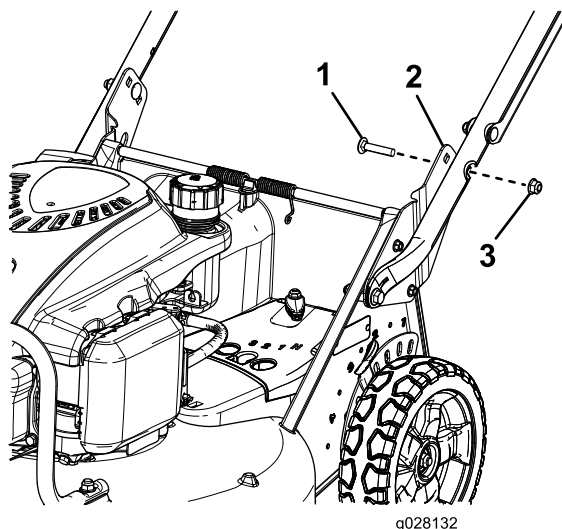

Figure 6
6. Fixez le guidon sur ses supports à la hauteur qui convient au moyen de 2 boulons de carrosserie (5/16 x 1-1/2 po) et 2 écrous à embase (5/16 po), comme montré à la Figure 6.